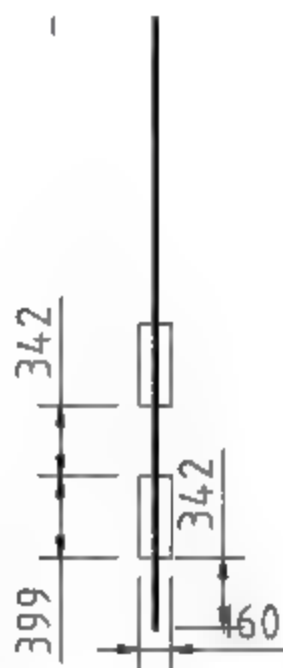

图9-111 绘制矩形
**23** 接着上一步骤，调用REC【矩形】命令，结合【临时点捕捉】和【对象捕捉】功能，绘制矩形，如图9-111所示。